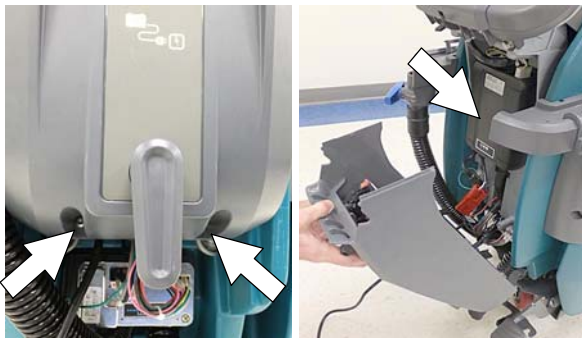

РИС. 115
3. С помощью отвертки T25 открутите два шурупа, расположенные на нижней части панели управления, чтобы получить доступ к зарядному устройству (Рисунок 115).